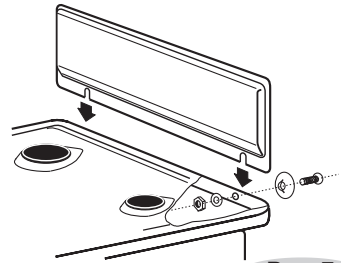

Рис.7
- В плитах, укомплектованных щитком, щиток закрепляется перед установкой плиты (рис.7).